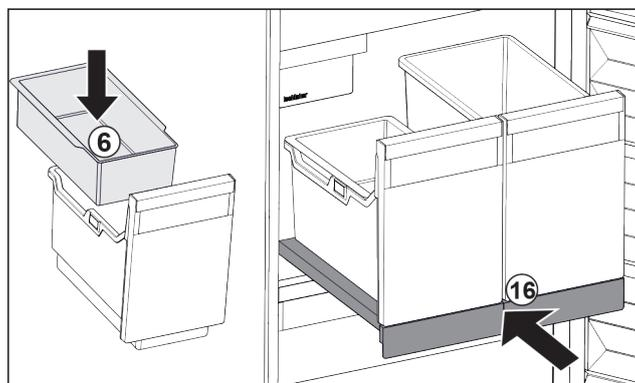

Fig. 101
- ▶ Einhängeschale Fig. 101 (6) für Eiswürfel einsetzen.
- ▶ Auszugsbord mit Behälter (IceTower) einschieben. Fig. 101 (16)